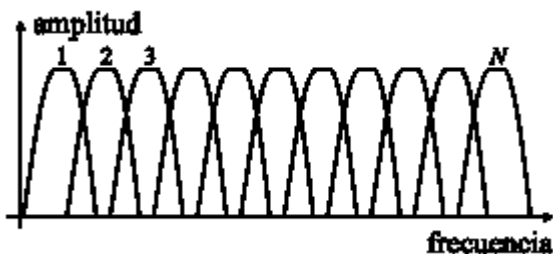
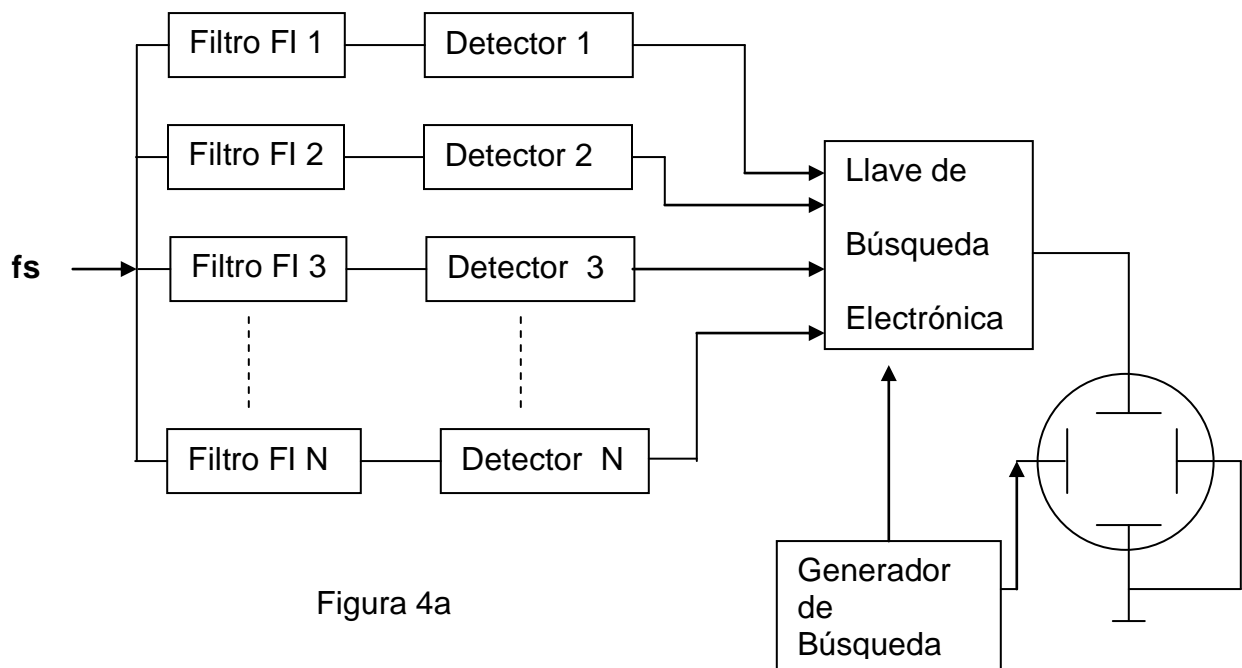

Figura 4b)
Figura 4a
Si bien originalmente ha sido pensado para señales periódicas, con algunas adaptaciones se podría utilizar para señales aperiódicas de baja frecuencia, como un Analizador de Fourier elemental, el esquema indicado en la **Figura 4a)** siguiente, es un esquema simplificado. Para una señal de entrada hay varias salidas, y en un tiempo  $t = t_0$  cada una de ellas mide una componente armónica de frecuencia distinta de la señal de entrada, según lo que la frecuencia de la señal que pasa por cada uno de los filtros pasa banda; de modo que el espectro deseado se lee simultáneamente como se indica a continuación en la **Figura 4b)**.
El esquema de la Figura 4a) anterior se conoce como un **analizador espectral analógico simultáneo**.
El sistema está compuesto por un conjunto o banco de filtros pasa banda selectivo, cada uno de ellos sintonizado a una frecuencia distinta. Si se mide la salida de cada uno de estos filtros se puede determinar la potencia en la porción del espectro comprendida por su ancho de banda. Eligiendo las frecuencias centrales y el ancho de banda de modo que las respuestas en frecuencia se solapen adecuadamente, se puede caracterizar completamente el rango del espectro cubierto por el conjunto de filtros, como muestra la Figura 4b). El número de filtros necesarios para cubrir el espectro depende de consideraciones económicas: para detectar frecuencias espectrales arbitrariamente próximas, debería utilizarse un elevado número de filtros pasa banda muy angosto. El costo de cada filtro crece a medida que disminuye su ancho de banda, con un factor de forma muy pequeño, de modo que un analizador de alta resolución resulta costoso. Los analizadores espectrales analógicos simultáneos o de bancos de filtros suelen utilizarse en aplicaciones de audio, donde es habitual utilizar 32 filtros, cada uno cubriendo un ancho de banda de un tercio de octava.
Un analizador de tiempo real o multicanal, es básicamente un conjunto de filtros pasa-banda, como muestra la Figura 4a). La amplitud compuesta de la señal dentro de cada filtro pasa-banda se muestra como una función de rango de frecuencia de todos los filtros. El rango de frecuencia del analizador de espectro está limitado por el número de filtro y sus anchos de bandas. Esto es tiempo real, no obstante es mejor para el análisis de baja frecuencia tales como rango de audio y sub-audio. La banda pasante de los filtros puede ser muy angosta con una muy buena resolución sin tener que sacrificar velocidad de barrido, como en los analizadores de barrido sintonizados. Los analizadores multicanal y los analizadores de Fourier hacen la conversión a partir del dominio del tiempo al dominio de la frecuencia por procesamiento matemática de la transformada de Fourier.
Para evitar los inconvenientes relacionados con **Figura 4a)** anterior, surge el llamado **Receptor de Barrido**, que con la técnica de **Heterodinación**, utiliza un Oscilador Local (OL) que es variado en frecuencia (electronicamente) en todo el ancho de banda, se mezcla una señal de entrada de frecuencia  $f_s$ , con una señal proveniente de un oscilador local de frecuencia  $f_{OL}$  y se convierte a una señal de frecuencia Intermedia  $f_{FI}$ , manejada por el Analizador de Espectro, que actúa como un **filtro pasa banda angosto**.